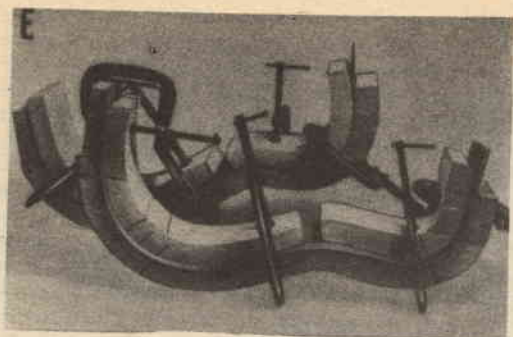

Fig. 6
E) Se i materiali che costituiscono i fondi sono rugosi, sarà necessario lisciarli con la pialla: Per una buona sonorità è preferibile scendere fino allo spessore di 2,5 mm. Per preparare le superfici laterali occorre immergerli in acqua bollente, poi, procedendo speditamente, estratte le lamine, collocarle sulla forma esterna, sovrapporre i pezzi della forma interna ed applicare le morse (fig. 6).